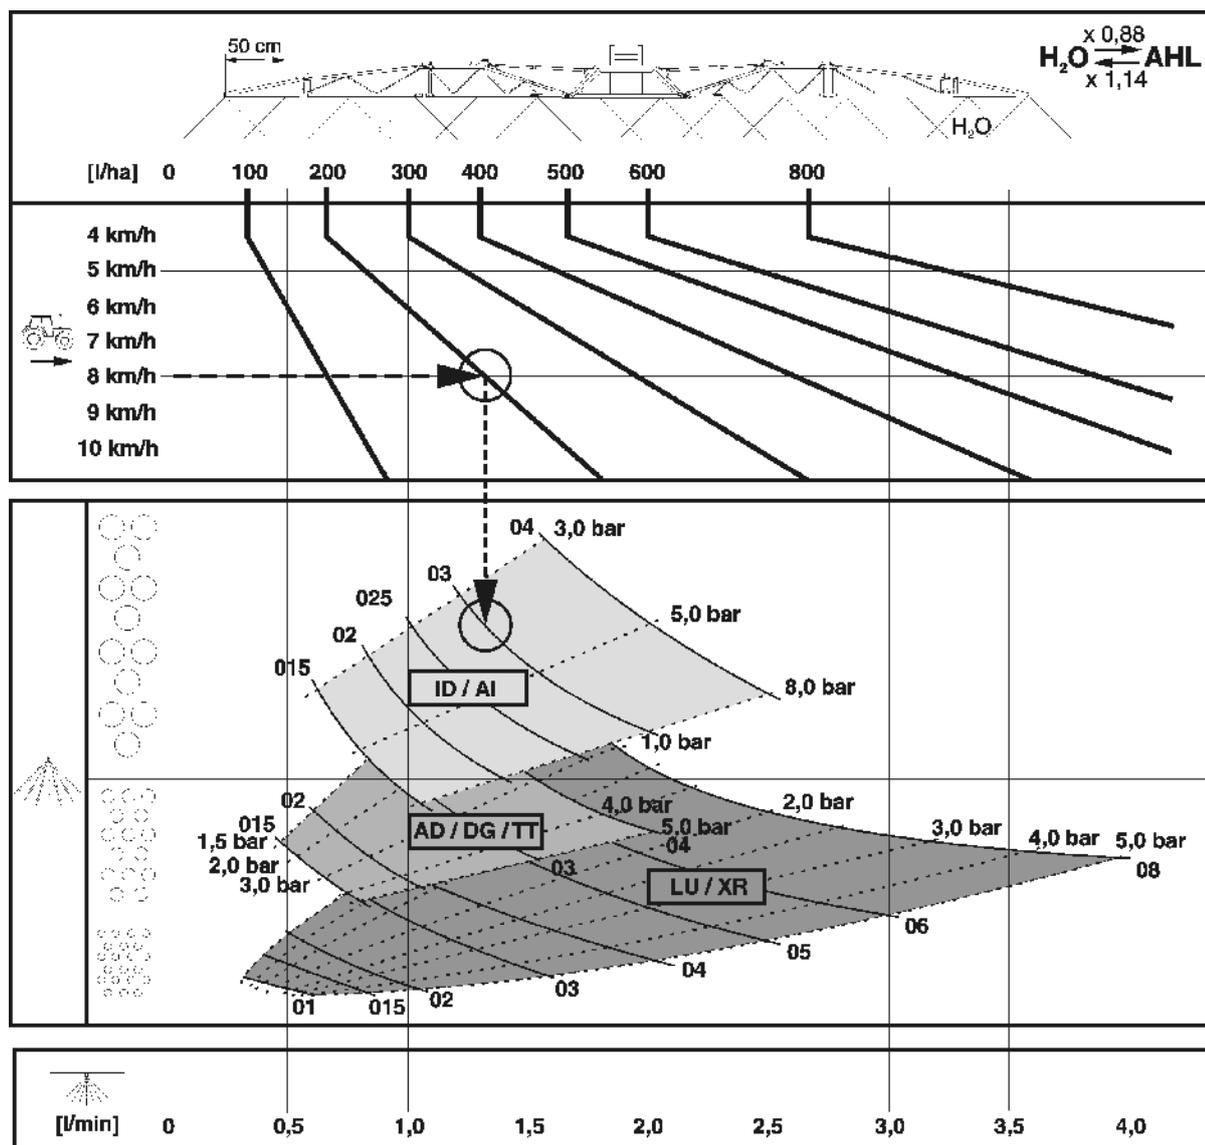

Рис. 151
<ul style="list-style-type: none"> • Все приведенные в таблицах распыскивания нормы расхода [л/га] действительны для воды. Для пересчета на раствор мочевины и нитрата аммония (АНЛ) умножьте указанные нормы расхода на 0,88, а для пересчета на азотно-фосфорные растворы (NP) – на 0,85. • Рис. 151 предназначен для выбора подходящего типа форсунки. Тип форсунок выбирается исходя из: <ul style="list-style-type: none"> ○ предусмотренной скорости движения, ○ требуемой нормы расхода; ○ требуемой характеристики распыления (мелко-, средне- или крупнокапельное) средства защиты растений, используемого для проводимых защитных мероприятий. • Рис. 152 предназначен для: <ul style="list-style-type: none"> ○ определения размера форсунок ○ определения требуемого давления опрыскивания ○ определения требуемой производительности отдельных форсунок для измерения объема полевого опрыскивателя